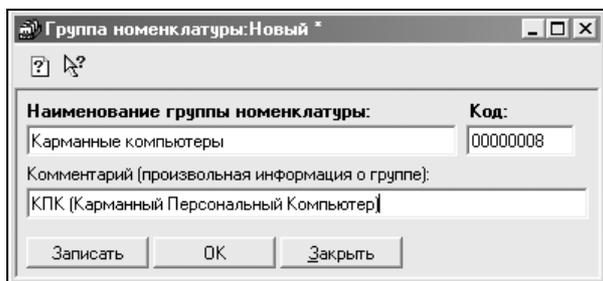

Рис. 2.6. Диалоговое окно задания группы справочника
2. Нажатием кнопки  введем новую группу **Карманные компьютеры** в предложенном диалоговом окне **Группа номенклатуры:Новый** (рис. 2.6).